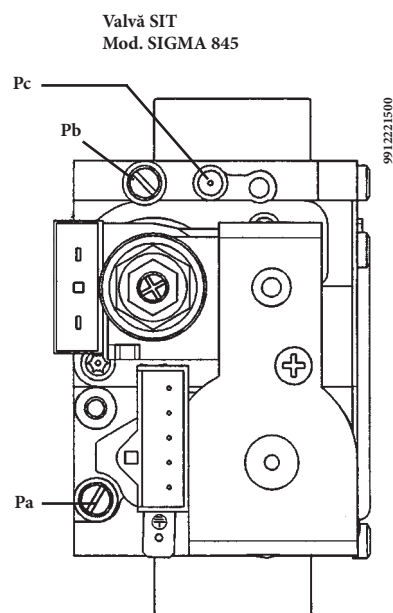
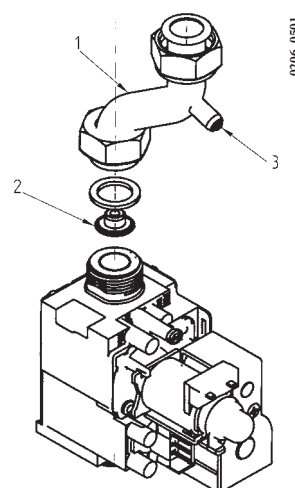

Figura 13a
Figura 13b (modele 240i - 240 Fi)
- Îndepărtați tubul de alimentare cu gaz (1 din figura 13b);
- înlocuiți duza pentru diafragmă montată pe valva de gaz (2);
- Conectați priza de presiune pozitivă a unui manometru diferențial (dacă e posibil, pe bază de apă) la priza de presiune (**Pb**) a valvei de gaz (Figura 13a). Pentru modelele 240 i/Fi utilizați priza de presiune (3) prezentă pe tubul de alimentare cu gaz (figura 13b). Numai pentru modelele cu cameră etanșă: conectați priza negativă a manometrului la un racord în "T" care să permită conectarea împreună a prizei de compensare a centralei, a prizei de compensare a valvei de gaz (**Pc**) și a manometrului. (Aceeși măsurătoare poate fi efectuată conectând manometrul la priza de presiune (**Pb**) după ce a fost scos panoul frontal al camerei etanșe.) O măsurare a presiunii la arzătoare efectuată prin metode diferite de cele descrise s-ar putea dovedi eronată, întrucât nu ar ține cont de presiunea joasă creată de ventilator în camera etanșă.
- verificați ca presiunea dinamică de alimentare a centralei, măsurată la priza de presiune (**Pa**) a valvei de gaz (Figura 13a) să fie corectă (**30 mbar** pentru **gaz butan**, **37 mbar** pentru **gaz propan** sau **20 mbar** pentru **gaz metan**);